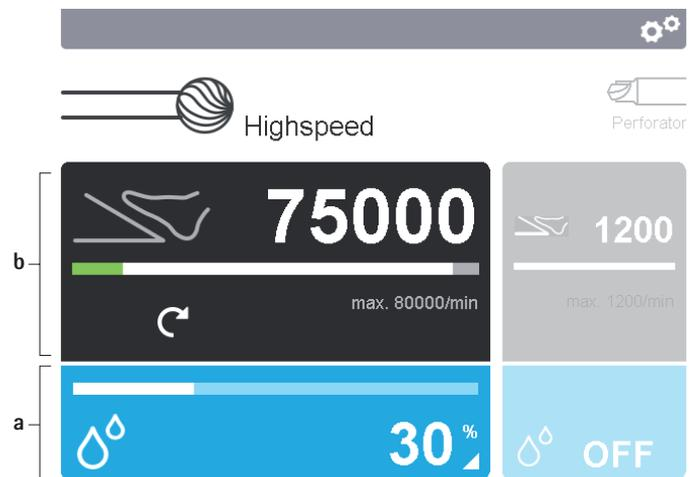

Fig. 5 Aktivering af betjeningsfelter
- ▶ Ændring af indstillingsparametre for anvendelsesdel: Aktivér betjeningsfeltet for anvendelsesdelen **b** i displayet 2, se Fig. 5.